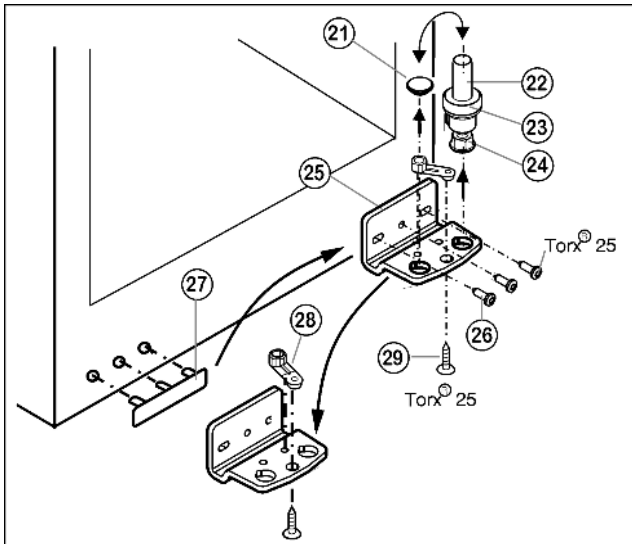

Fig. 7
- Togliere completamente il perno di supporto Fig. 7 (22) con lo spessore Fig. 7 (23) e il piedino di regolazione Fig. 7 (24), estrarre tirando verso l'alto.
- Togliere il tappo Fig. 7 (21).
- Svitare il blocco di supporto Fig. 7 (25).
- Svitare l'elemento di supporto Fig. 7 (28) e spostarlo nel foro di alloggiamento opposto, serrarlo nuovamente.
- Staccare la copertura lato maniglia Fig. 7 (27) facendo attenzione e spostarla sul lato opposto.
- Fissare nuovamente il blocco di supporto Fig. 7 (25) sul nuovo lato cerniere, eventualmente servendosi di un avvitatore a batteria (**a 4 Nm**).
- Inserire nuovamente il tappo Fig. 7 (21) nell'altro foro.
- Inserire nuovamente il perno di supporto Fig. 7 (22), con lo spessore e il piedino di regolazione. Prestare attenzione in modo l'arresto sia rivolto verso il dietro.
- Appoggiare la porta inferiore dall'alto sul perno di supporto in basso Fig. 7 (22).
- Se necessario, allineare la porta sopra le due asole nel blocco di supporto in basso Fig. 7 (25) a filo con l'involucro dell'apparecchio. Svitare la vite centrale.